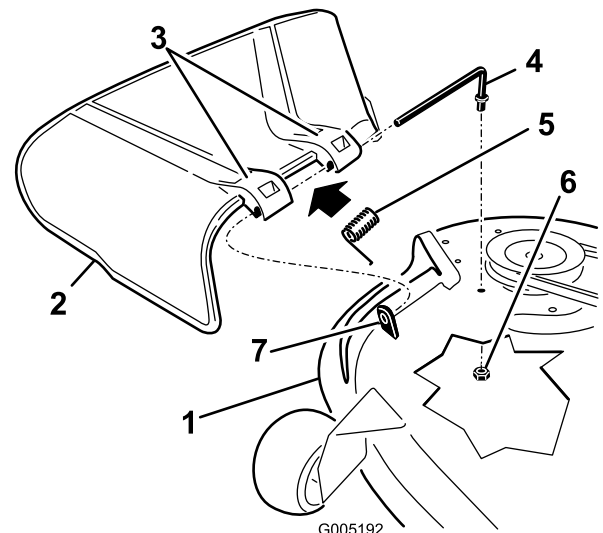

Bild 65
- Nehmen Sie die Mutter ($\frac{3}{8}$ ") aus der Stange unter dem Mähwerk ab (Bild 65).
- Schieben Sie die Stange aus dem kurzen Vorsprung, der Feder und dem Ablenkblech (Bild 65).
- Montieren Sie das Ablenkblech (Bild 65).
7. Schieben Sie die Stange durch die zweite Halterung am Grasablenklech (Bild 65).
9. Befestigen Sie das hintere Stangenende mit einer Mutter ($\frac{3}{8}$ ") am Mähwerk, wie in Bild 65 abgebildet.